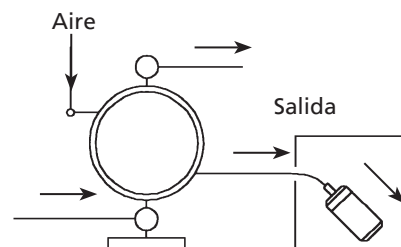

Figura 11
- El escape deberá orientarse hacia afuera, no hacia el fluido en el cual la bomba esté sumergida. Para obtener información sobre cómo orientar el escape, consulte el AVISO en la página 11 - Disposición del escape externo, y la Figura 11 que se da a continuación.